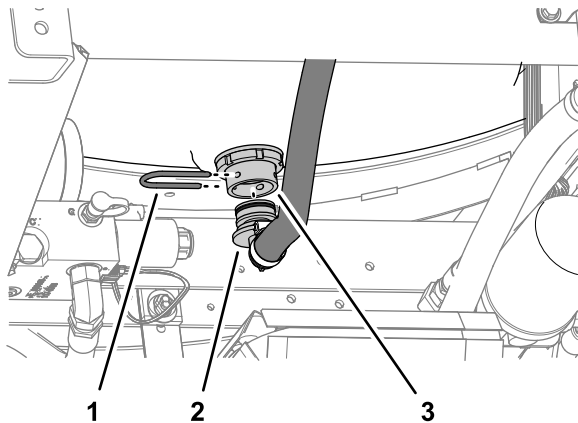

Figura 3
3. Nella parte inferiore del serbatoio di lavaggio, rimuovete la forcina di fissaggio che blocca il raccordo a 90° del flessibile di alimentazione al raccordo a tenuta (Figura 3).
4. Togliete il raccordo a 90° dal raccordo a tenuta (Figura 3).